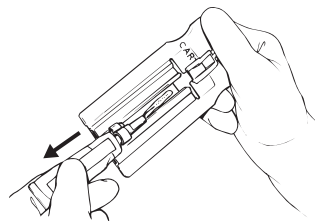

FIGURE 11
- 6b. Appliquer une fine goutte de gel sur toute la longueur de chaque bande (voir Figure 11).